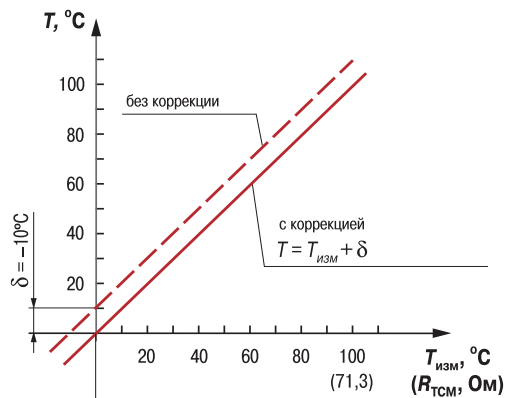

Рис. 2
3.1.4.3.2. Для компенсации погрешностей $\Delta R = R_0 - R_{0,TCM}$, вносимых сопротивлением подводных проводов R_{TCM} , к каждому измеренному значению параметра $T_{изм}$ прибавляется заданное пользователем значение δ . На **рис. 2** приведен пример сдвига характеристики для датчика TCM50M, $W_{100} = 1,426$.